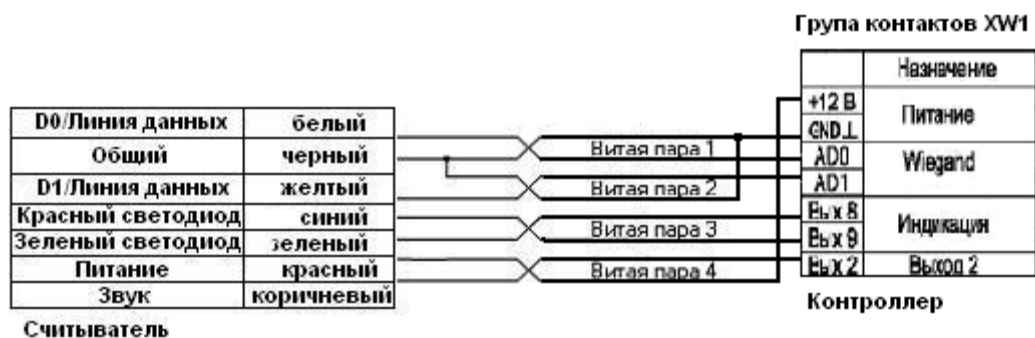

Рис. 7. Подключение считывателей с использованием витой пары
- При подключении считывателей с использованием витой пары, следует прокладывать данные «0» и «1» в разных парах, оставшиеся провода в этих парах соединить с клеммой «общий» контроллера и с проводом «общий» считывателя (см. рис. 7).